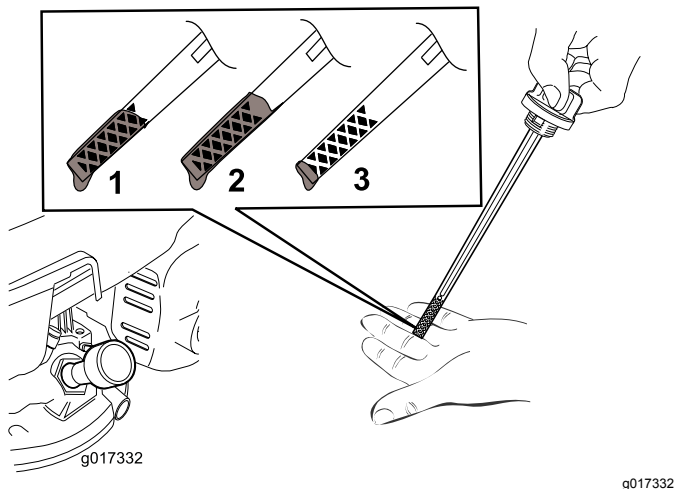

图11
5. 要确定量油尺上的机油油位是否合适请参阅 图11)。
注意 向发动机曲轴箱添加机油直到量油尺显示机油油位达到 图11 中所示的正确位置。如果发动机加注机油过多则需要按照“更换机油”一节的说明去除多余机油。